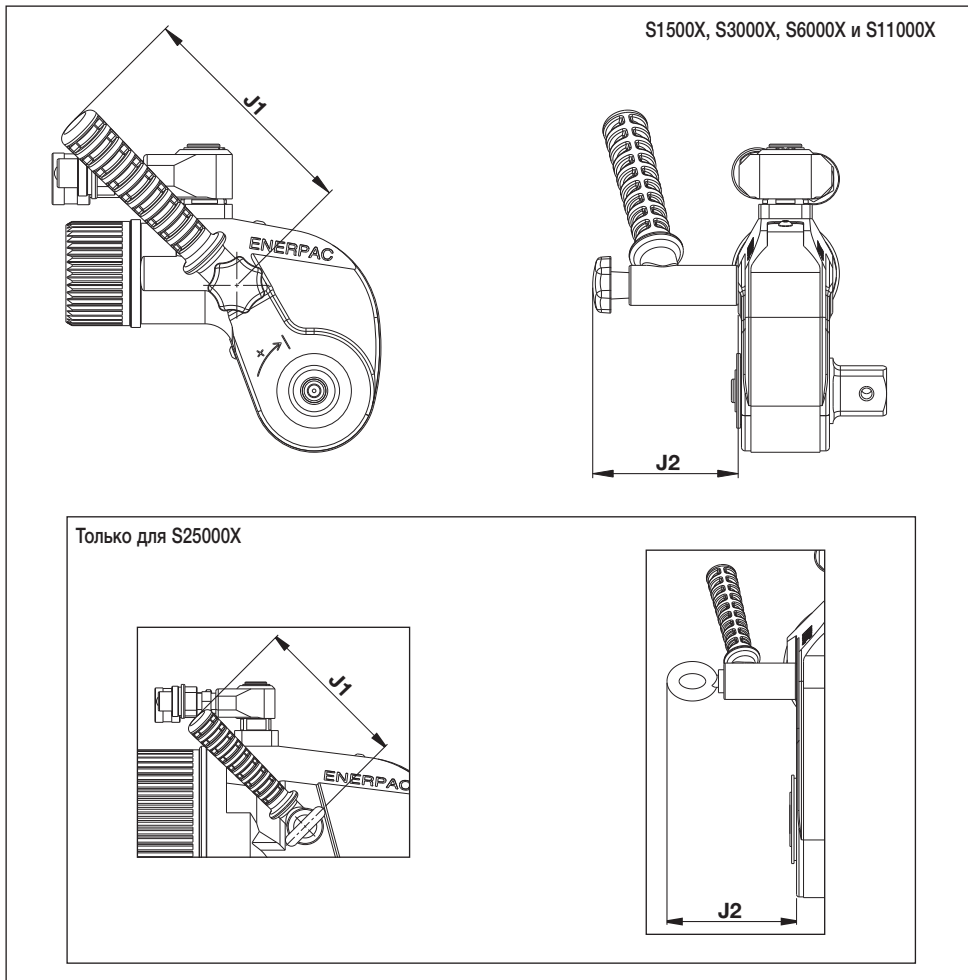

Рис. 35
6.10 Размеры и технические характеристики, угловые опорные рукоятки серии SWH (рис. 35)